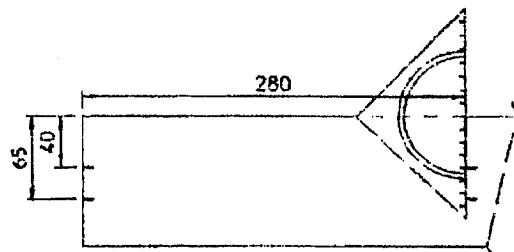

FIGURE 2
* Dessiner les contours de l'aile sur la planchette de balsa de 2,5 mm : mesurer 280 mm le long du long côté de la planchette et tracer une marque au crayon. Tracer également des marques à 40 et 65mm le long du côté court de la planchette. Positionner l'équerre sur la planchette avec l'hypoténuse à la marque des 280 mm (voir figure 2).